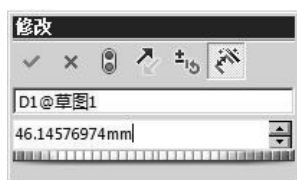

图 4.10.1 “修改”对话框
Step2. 选择尺寸。在要修改的尺寸文本上双击，系统弹出“尺寸”窗口和如图 4.10.1 所示的“修改”对话框。